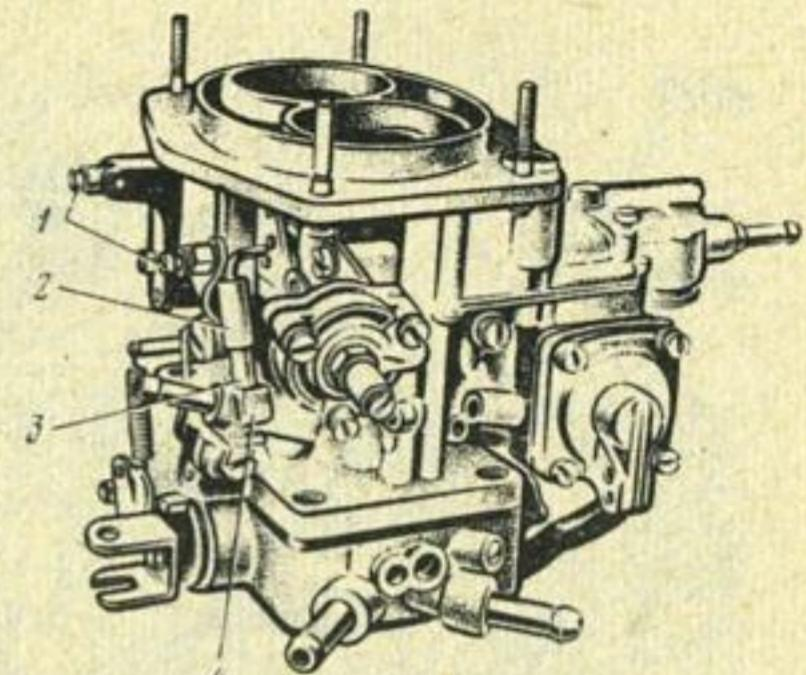

Рис. 12. Карбюратор 2101-1107010-11:
2. Отсоедините от карбюратора трос привода воздушной заслонки, ослабив винты 1 (рис. 12).
4. Разъедините телескопическую тягу 2 (см. рис. 12) и рычаг 4 воздушной заслонки, для чего стержень 3 меньшего диаметра телескопической тяги приподнимите немного вверх и выведите из паза рычага 4 воздушной заслонки.